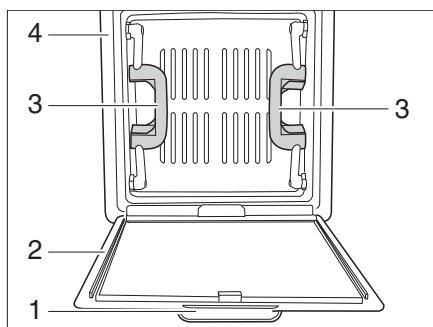

Fig. 28 Oblò a scatto
- Tirare la protezione contro gli insetti (Fig. 28,2) verso il basso utilizzando la maniglia (Fig. 28,1). La protezione contro gli insetti si ribalta verso il basso.
- Spingere l'oblò verso l'alto mediante le due maniglie (Fig. 28,3).
- Ribaltare la protezione contro gli insetti verso l'alto e bloccarla (Fig. 28,4) sul telaio.
- Tirare energicamente l'oblò verso il basso mediante le due maniglie (Fig. 28,3).